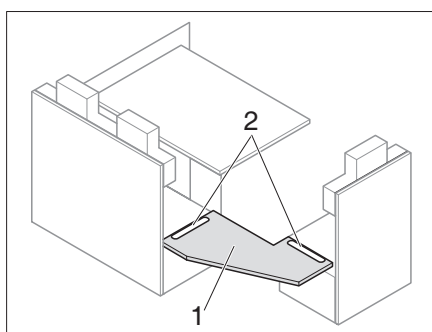
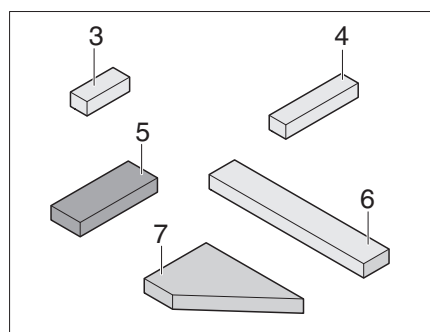
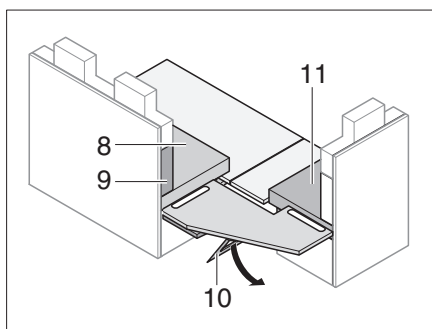
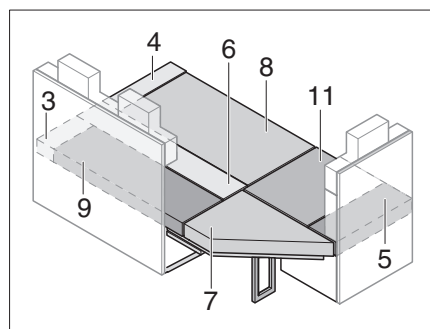

Bild 176 Sätt i förstärkningsplattan
Bild 177 Extradynor
Bild 178 Stöd förstärkningsplatta
Bild 179 Efter ombyggnaden
- Sätt in förstärkningsplatta (Bild 176,1) i spåren (Bild 176,2).
- Fäll ut stödet (Bild 178,10) under förstärkningsplattan (Bild 176,1).
- Lägg på sits-, ryggstöds- och extradynor så som visas på Bild 179 (positionsnumren hänvisar till Bild 177 och Bild 178).
- Fäll ut sittbänksförlängningarna (Bild 176).